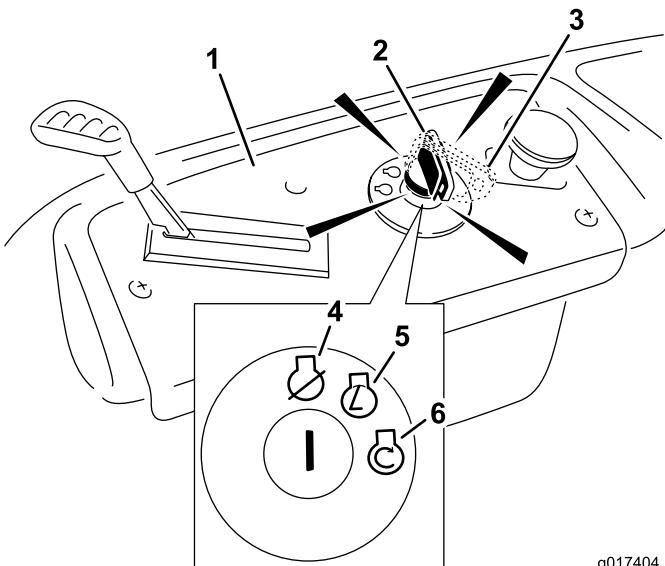

Bild 13
4. Drehen Sie den Zündschlüssel auf Start, um den Anlasser zu aktivieren. Lassen Sie den Schlüssel los, wenn der Motor anspringt (Bild 13).
5. Schieben Sie den Gasbedienungshebel, sobald der Motor angesprungen ist, auf Schnell (Bild 13). Stellen Sie, wenn der Motor aussetzt oder unregelmäßig läuft, den Gasbedienungshebel für ein paar Sekunden wieder zurück auf Choke. Wiederholen Sie diesen Vorgang nach Bedarf.
- Stellen Sie den Zündschlüssel auf „Aus“ (Bild 13) und ziehen Sie ihn ab.